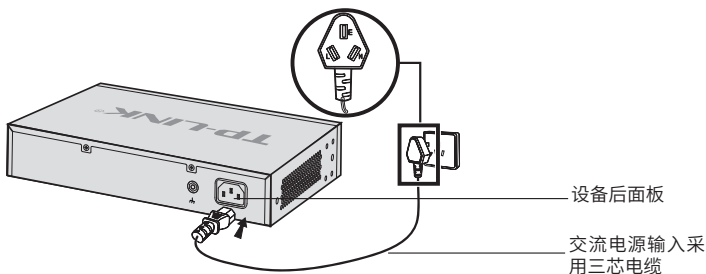

图2-5 PE线连接示意图
- 在一般的使用环境下，可通过设备配套的电源软线，采用交流电源的PE（保护地）线进行接地，如图2-5所示。